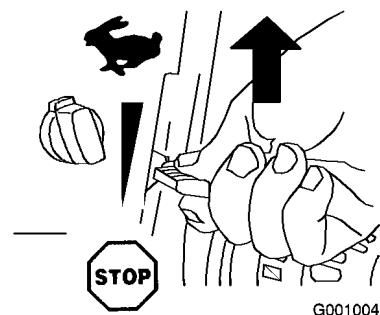

Figura 19
2. Mettete l'acceleratore in posizione Fast (Figura 19).